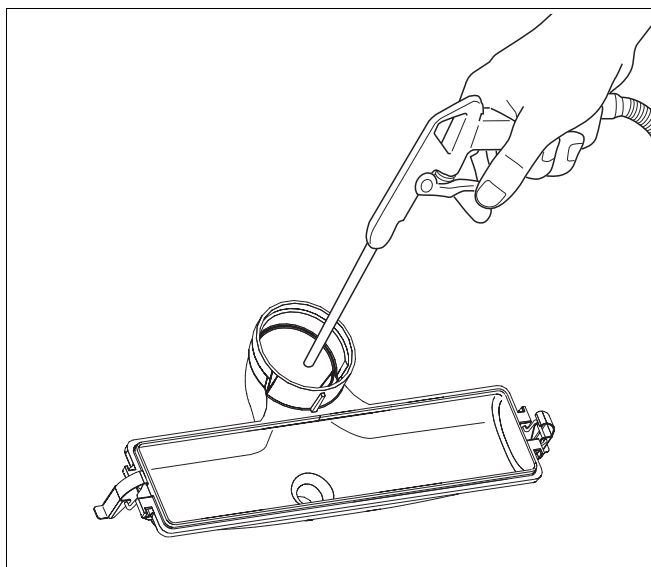

Fig. 90 Condensbak reinigen
- Reinig de condensbak mechanisch, met perslucht of een zachte borstel en spoel deze met water uit (→ fig. 90).